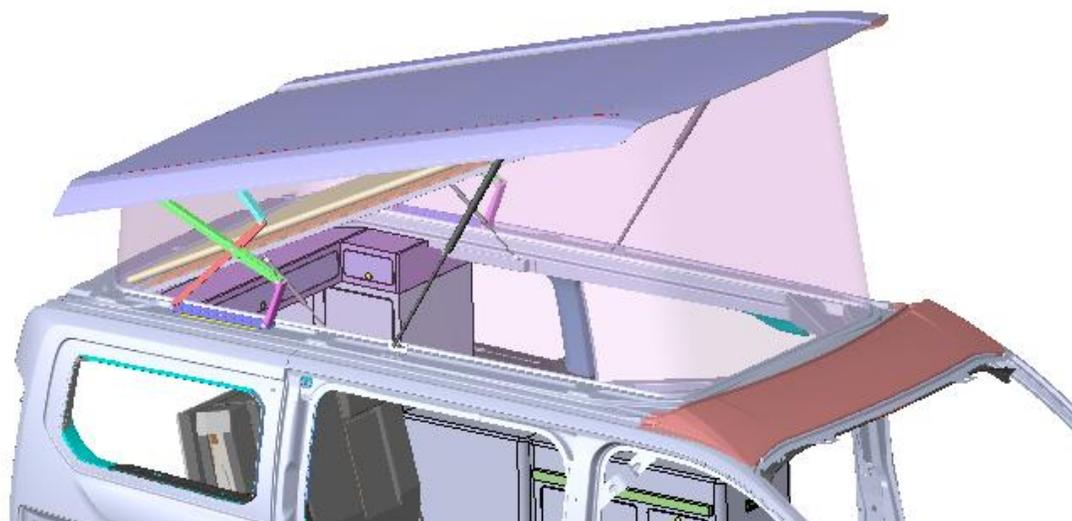

Fig. 4
- Toit en position ouverte. (Fig. 4)